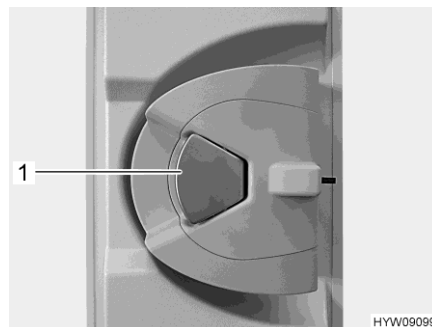

Fig. 42 Cerradura de la puerta
- Cuando la cerradura de la puerta está bloqueada: Tirar una vez del tirador de la puerta (Fig. 42,1). La puerta está desbloqueada.
- Tirar del tirador de la puerta (Fig. 42,1). La puerta está abierta.
- Presionar el tirador de la puerta (Fig. 42,1).